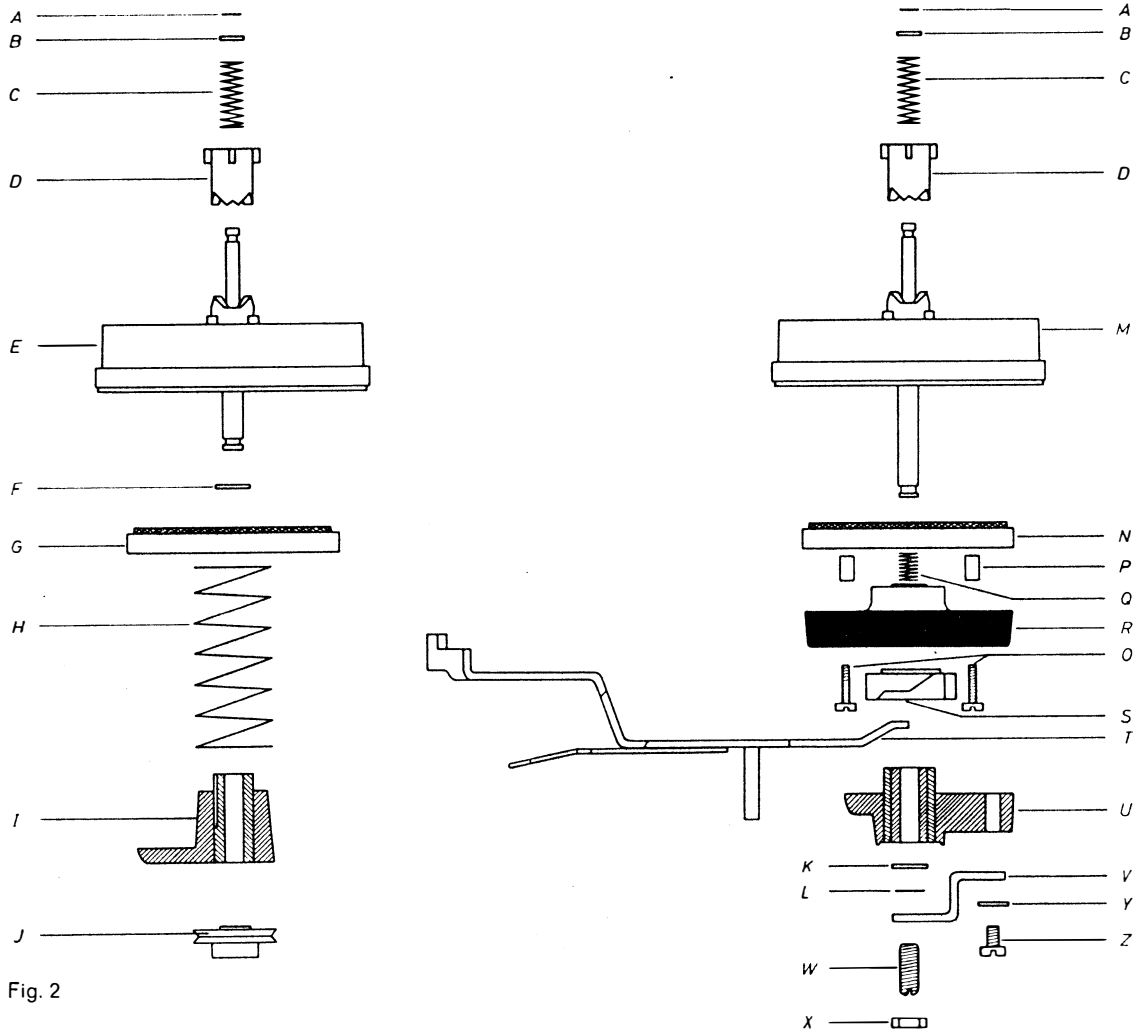

Fig. 2
Design of the clutches (see Fig. 2)
La figure 2 montre la structure des embrayages gauche et droit.
Los embragues se componen de (véase fig. 2).
2.14 Disassembly and Reassembly of the Clutches (see Fig. 2)
2.14 Montage et démontage des embrayages (voir fig. 2)
2.14 Montaje y desmontaje de los embragues (véase fig. 2)